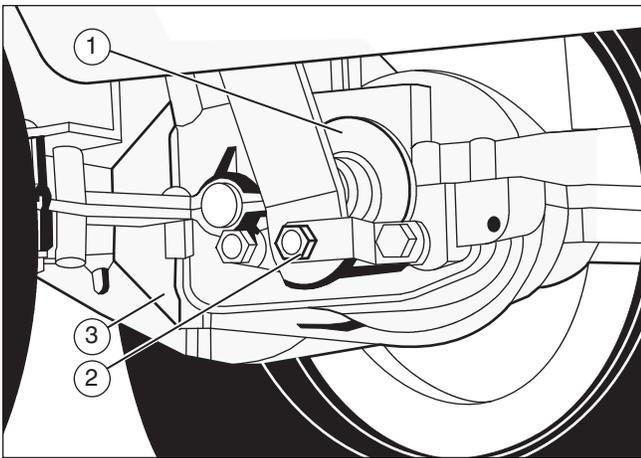

Figure 12
1. L'emplacement du frein de pédale est à droite de la boîte de vitesse (3) (**Figure 12**).
2. S'assurer que le frein de stationnement est mis et que le levier de vitesses est au point mort (N). Tourner l'écrou à tête hexagonale (2) dans le sens inverse des aiguilles d'une montre jusqu'à ce que les roues arrière tournent lorsque l'on pousse la tondeuse.
- Relâcher le frein de stationnement et pousser la tondeuse. Si la tondeuse ne marche pas, tourner l'écrou à tête hexagonale (2) dans le sens inverse des aiguilles d'une montre jusqu'à ce que la tondeuse roule enfin.
- Régler le frein de stationnement. Pousser la tondeuse. Si les roues arrière ne tournent pas, le frein de pédale (1) est bien réglé. Relâcher le frein de pédale.